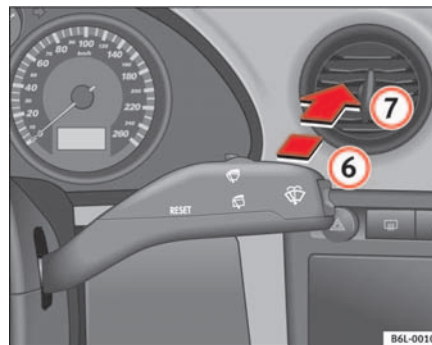

Fig. 66 Levier d'essuie-glace et de lave-glace : essuie-glace de glace arrière
- Poussez le levier vers l'avant jusqu'au cran ⑥ ⇒ fig. 66. L'essuie-glace fonctionne environ toutes les 6 secondes. ►
- Poussez le levier entièrement vers l'avant en position ⑦ ⇒ page 103, fig. 66. L'essuie-glace et le lave-glace fonctionnent simultanément. Tant que vous maintenez le levier dans cette position, le lave-glace continuera à fonctionner.